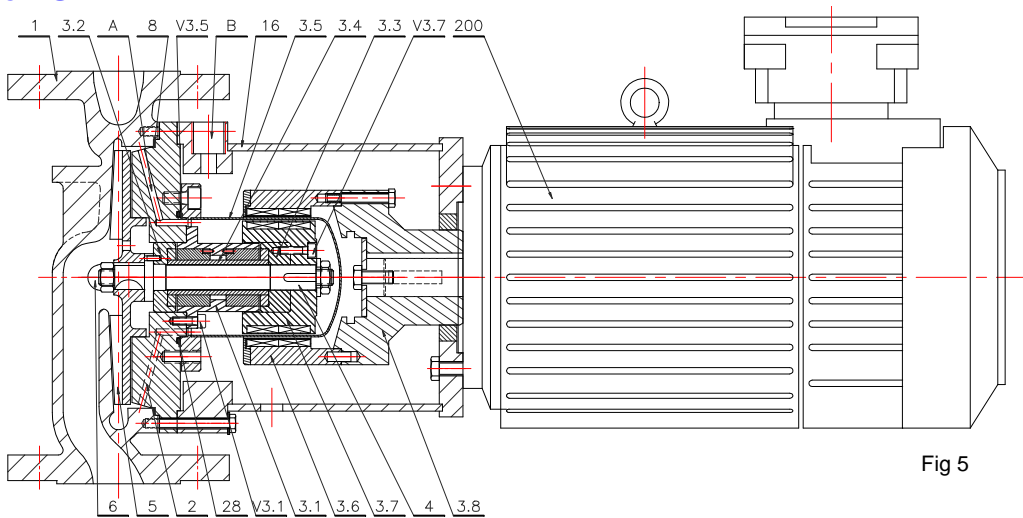

Fig 5
- Les pompes 317, 517 et 613 sont des pompes en ligne fig. 5